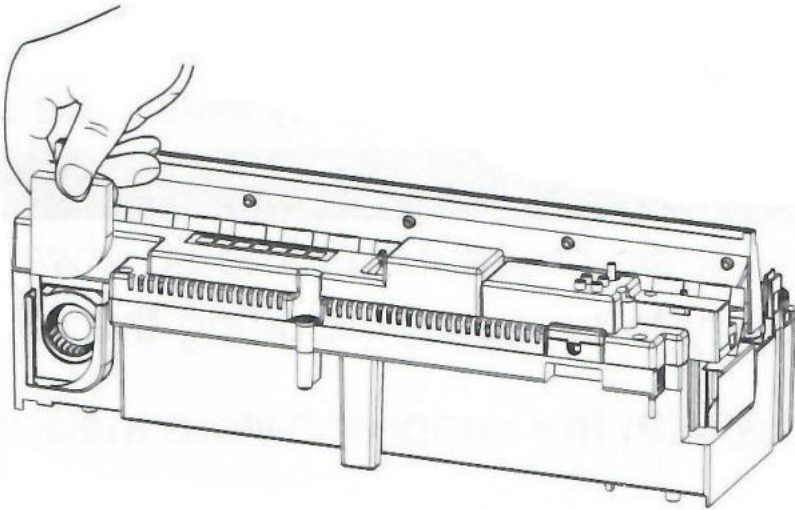

Fig 34
2. Schieben Sie den Luftfilter vorsichtig nach oben aus dem Plastikhalter heraus (Abb. 34).